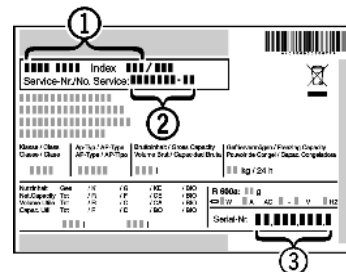

Fig. 10
- ▶ Leggere la denominazione dell'apparecchio Fig. 10 (1), il n° assistenza Fig. 10 (2) e il n° di serie Fig. 10 (3) sulla targhetta identificativa. La targhetta identificativa è situata all'interno dell'apparecchio, sul lato sinistro.
- ▶ Informare il servizio di assistenza e comunicare il difetto, la denominazione dell'apparecchio Fig. 10 (1), il n° assistenza Fig. 10 (2) e il n° di serie Fig. 10 (3).